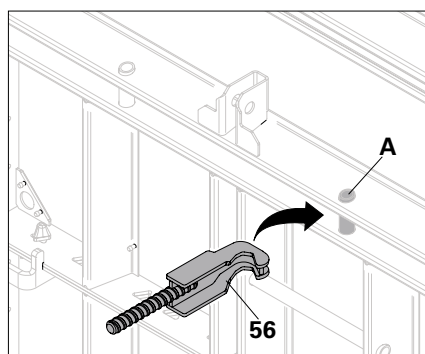

Fig. A4.24a
1. Installare il gancio traverso HSA (56) sul tubo di irrigidimento (A) del telaio. (Fig. A4.24a)